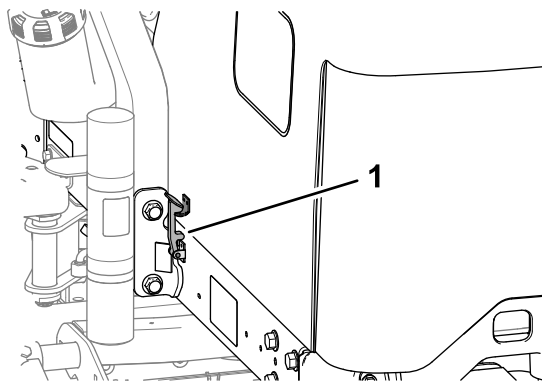

Figure 55
2. Faites pivoter le capot vers le haut et l'arrière (Figure 55).